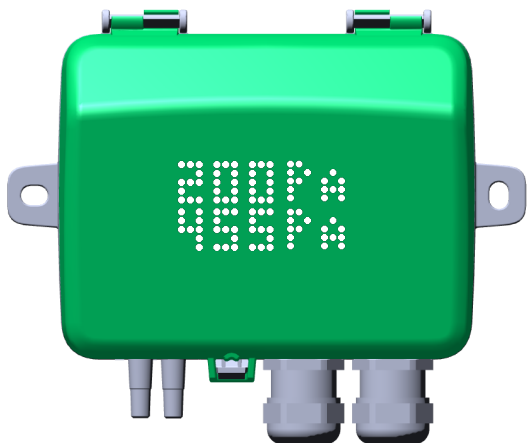

Bild 2-2 Display – Zweizeilig
Zweizeilig	Gleichzeitige Anzeige der Werte beider Kanäle. Falls nur ein Sensor vorhanden ist, können sowohl Druck als auch Durchfluss gleichzeitig angezeigt werden. Bei einem Gerät mit zwei Sensoren verwendet die erste (1) Zeile die Werte von Sensor eins (1) und die zweite (2) Zeile von Sensor zwei (2). Bei Geräten mit einem Sensor wird die zweite Zeile (2) verwendet, um den zusätzlichen Wert anzuzeigen, sofern dieser verfügbar ist. Siehe Bild 2-2 Display – Zweizeilig .